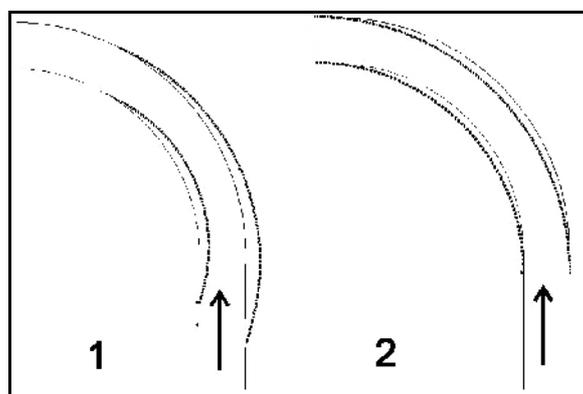

Fig. 49
- o Maschine übersteuert (Fig. 49/1):
- o Maschine untersteuert (Fig. 49/2):